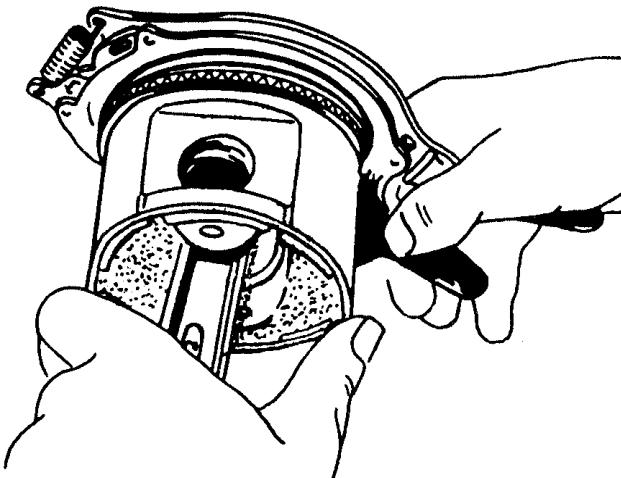

Рис.39. Снятие поршневых колец с поршня приспособлением 5-У-11388
50. Съемником 5-У-11388 снять поршневые кольца с поршней (рис.39) и разложить их в порядке установки.